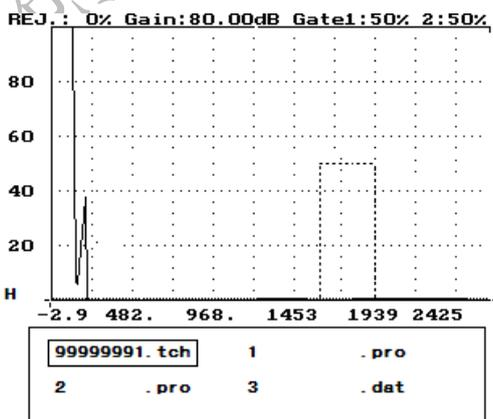

图 25-3
4、按进入键——进入文件列表功能，屏幕上将显示出所有存储在仪器内的各种文件名，并且在第一个文件名编号上有一：“口”光标，如图 25-3 所示。